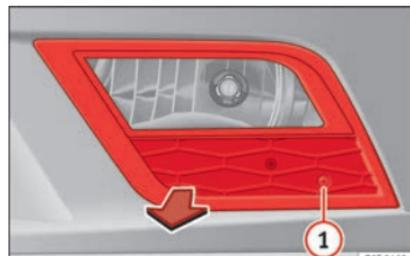

Abb. 212 Nebelscheinwerfer
- Entfernen Sie die Schraube » **Abb. 212 ①** mit einem Schraubendreher aus dem Gitter des Nebelscheinwerfers. »